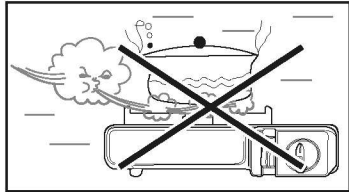

Рис.1
- Не используйте печь на ветру (смотрите рис.1);